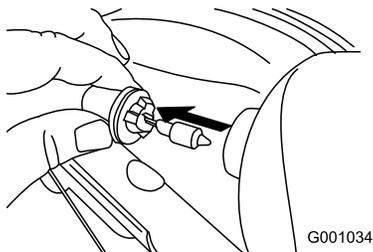

Figure 63
3. Sortez directement l'ampoule par l'arrière du phare (Figure 63).